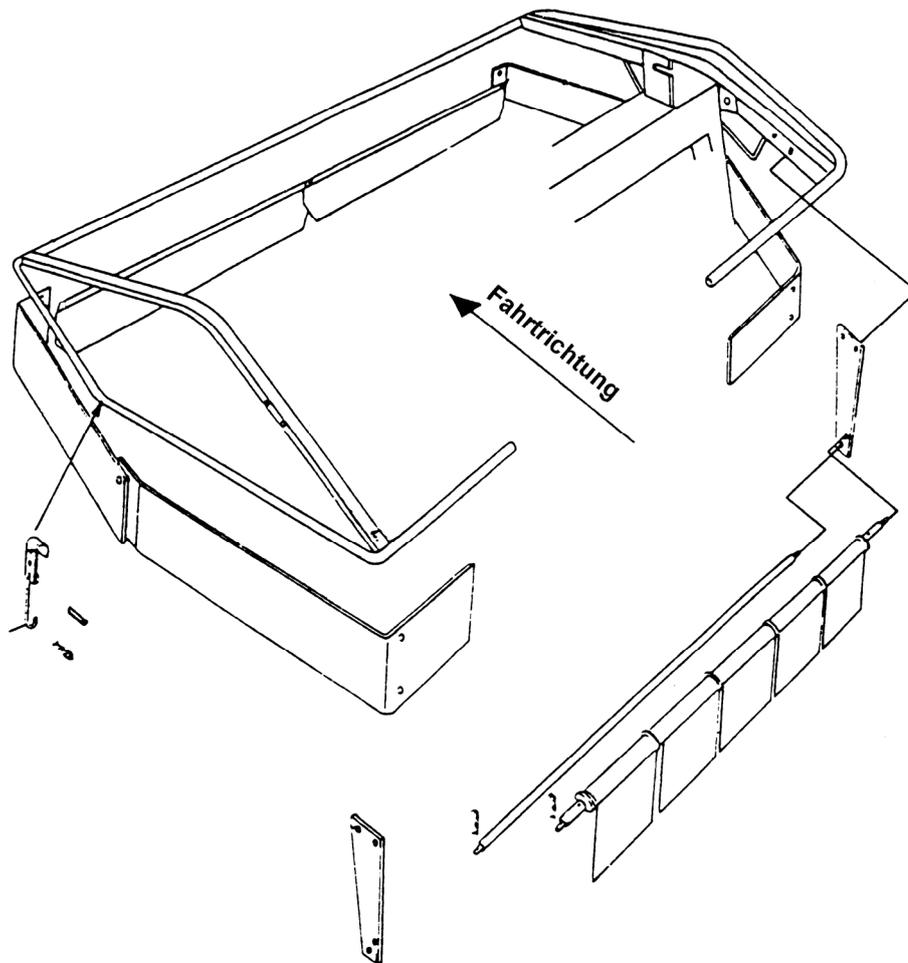

Bild 19
6. Zusatzschutz Kommunal (Bild 19)